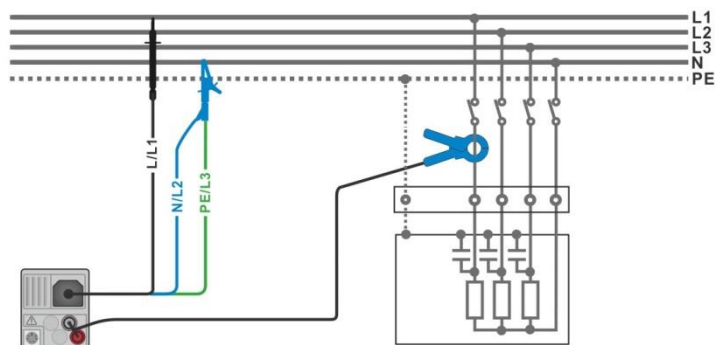

Abbildung 7.72: Messung der Harmonischen
- › Schließen Sie die Spannungsmessleitungen und die Stromzange am Prüfling an (siehe **Abbildung 7.72**).